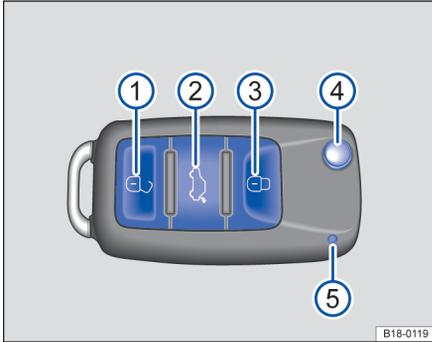

图 42 遥控钥匙的电池指示灯
在按压遥控器钥匙上的按钮时，如果遥控钥匙中的电池指示灯不亮⇒图 42，则必须尽快更换遥控钥匙中的电池。
按一下遥控钥匙上的按钮④。⇒图 42